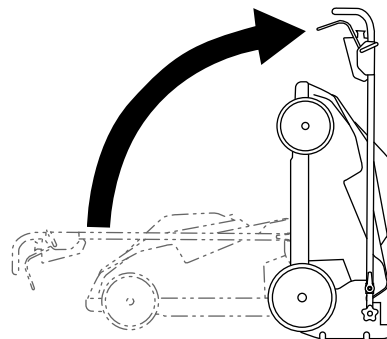

Figure 14
3. Rabattez le guidon complètement en avant, comme montré à la Figure 14.
6. Levez l'avant de la machine par le guidon et amenez-la dans un lieu de remisage (Figure 14).